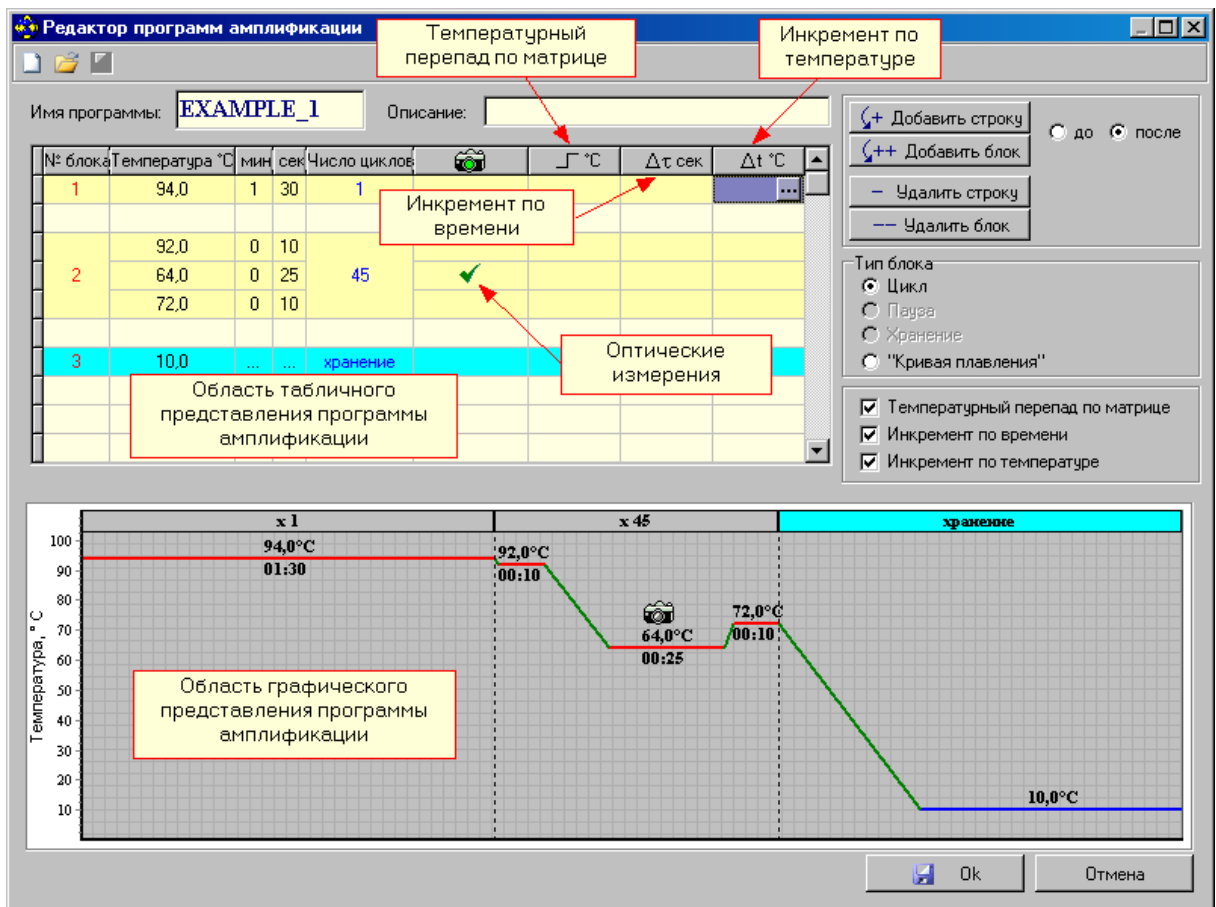

Рис.28. Редактирование существующей программы амплификации.
3. Редактировать существующую программу амплификации (кнопка ) (Рис.28).